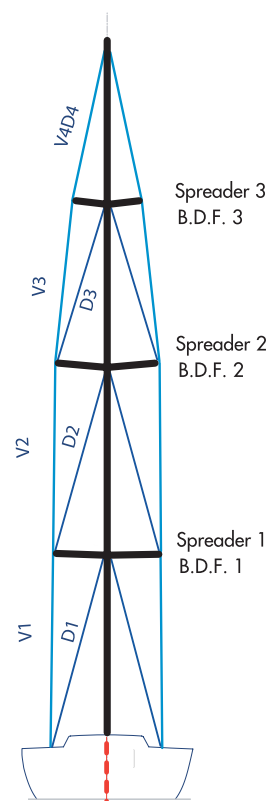

FIG. 1 - mât implanté (posé sur quille)
- le mât peut être posé sur le pont ou implanté sur quille (ou "emplanté", fig1).